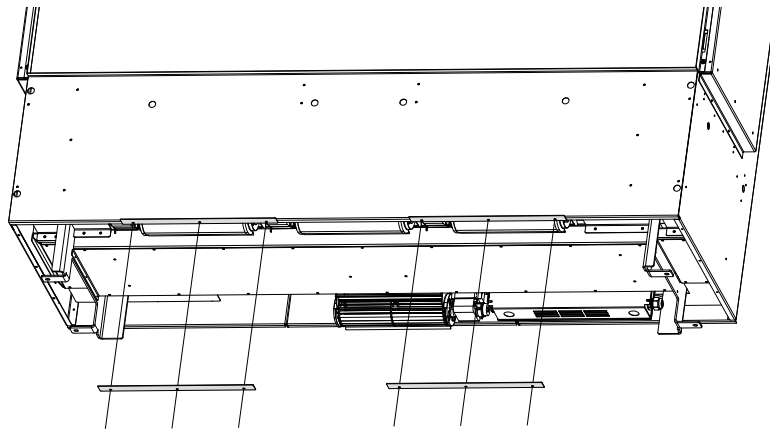

Figure 4.5 - Retrait des brides du bord de finition inférieur
Exigence n° 1 - Le foyer est fourni avec deux brides préinstallées au bord de finition inférieur du foyer, pour l'ouverture de prise d'air. Puisque vous déplacez l'ouverture de prise d'air à une position plus basse que le foyer, vous devrez retirer ces deux brides du bord de finition inférieur. Chaque bride est retenue par (2) vis à métal. Une fois ces brides retirées, vous pouvez en disposer. Voir la Figure 4.5.